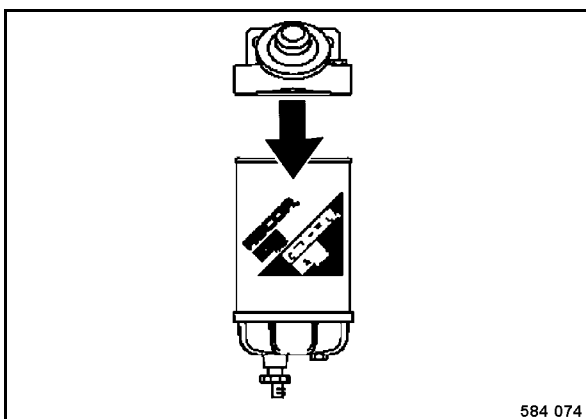

fig. 111
- Dévisser la cartouche (fig. 111) au moyen d'une clé à bande appropriée.